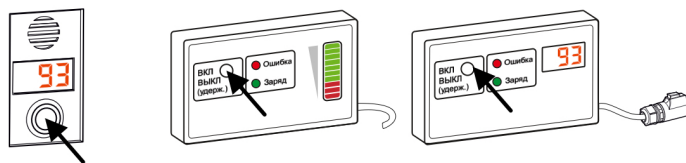

Рисунок 7. Включение Накопителя
После зарядки отключите Накопитель от ЗУ и подключите к нему разъем питания транспортного средства. Индикатор состояния (рис. 7) Накопителя разместите в удобном для водителя месте, нажмите кнопку «Вкл/Выкл» (включено). При отсутствии ошибок Накопитель включится и отобразится уровень заряда Накопителя (1). В противном случае силовой разъем Накопителя будет обесточен.